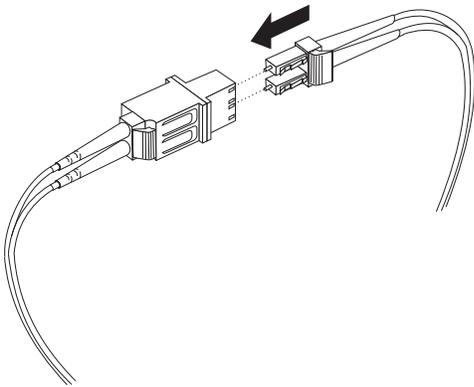

図 3-19. LC-SC ケーブル・アダプターへの LC-LC ケーブルの接続
4. 3-15 ページの図 3-19 に示されているように、LC-LC ケーブルのもう一方の端を、LC-SC ケーブル・アダプターの LC コネクター側の端に慎重に挿入します。正しい位置でクリック音がするまで、コネクターを押し込みます。